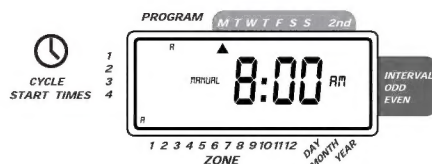

図10:プログラムAまたはBのみの半自動散水スケジュール
■プログラムAで設定された散水ゾーンへの散水のみを行う場合は、MANUALボタンを押し、その後にNEXTボタンを押しディスプレイ左上にAだけを表示させ、ENTERボタンを押してください。プログラムAで設定された散水ゾーンのみ散水が行われます。(図10参照)